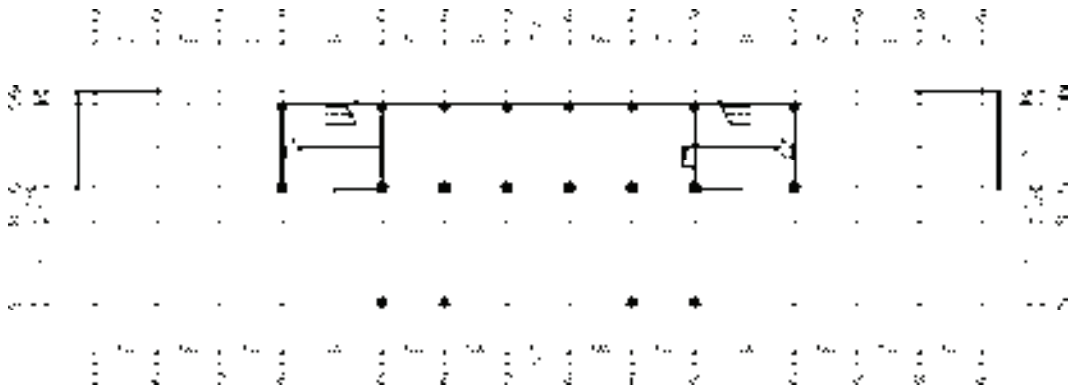

图 15-77 整理图形
2) 整理图形。调用“删除”命令，删除办公楼一层平面图中的墙体、门窗、尺寸标注等图形，结果如图 15-77 所示。